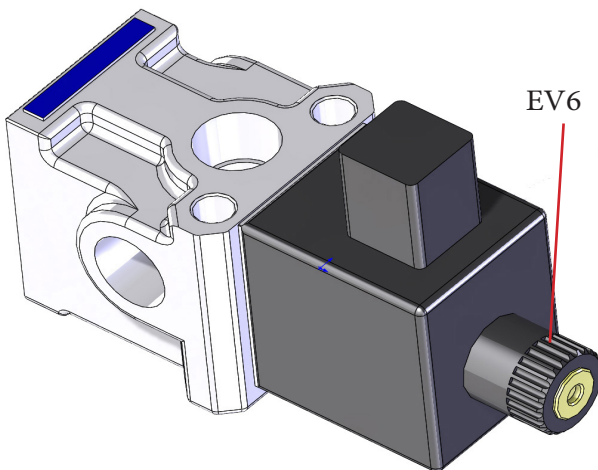

Fig. 4.7
3. Actuer sur EV6 en vissant la vis complètement (fig. 4.7)